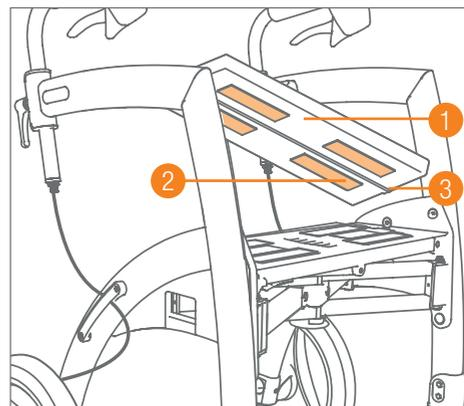

Figura 55: Rimozione del cuscino del sedile dal deambulatore.
- a. Togliete dal sedile il velcro sul rivestimento del cuscino (**Figura 55**).